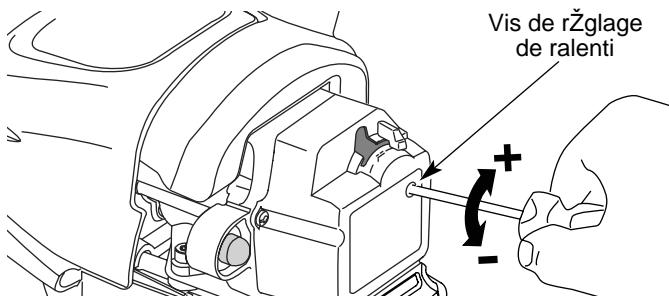

Fig. 30
Le régime ralenti du moteur est réglable par le couvercle du filtre à air/silencieux (Fig. 30).
2. Relâchez le levier d'accélérateur et laissez le moteur au ralenti. Si le moteur s'arrête, insérez un petit tournevis à embout cruciforme ou à tête plate dans le trou du filtre à air/couvercle du silencieux (Fig. 30). Vissez la vis de ralenti de 1/8 de tour à la fois (selon le besoin) jusqu'à ce que le moteur se mette bien au ralenti.